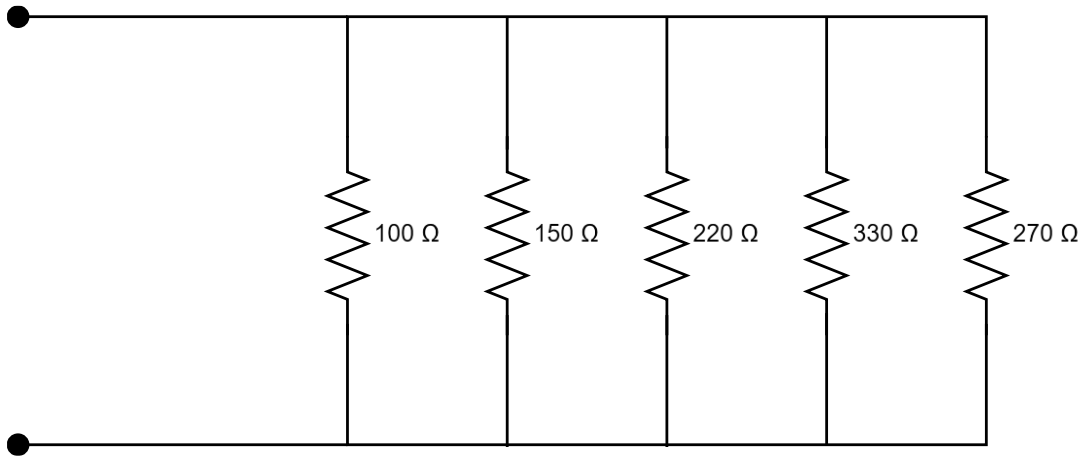

Figura 2.13. Circuito en paralelo.
2.1 Implementa el circuito de la *figura 2.13* en el protoboard.